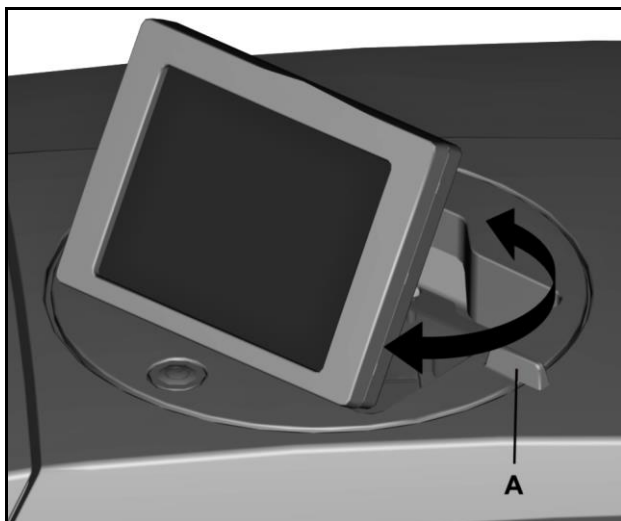

Figura 13 Rotação do painel tátil
- 2 Rode o painel tátil pela pega (A) até à posição pretendida (consulte "Figura 13 Rotação do painel tátil").